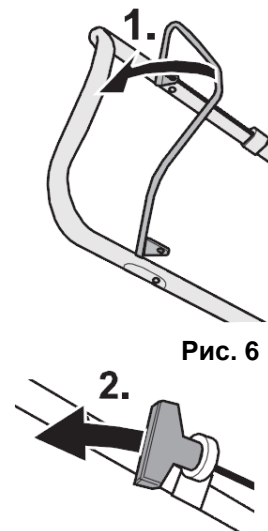

Рис. 6
5.1.2. Прижмите ручку тормоза (1) (См. Рис.6) к рукоятке управления.
5.1.3. Возьмите крепко в руки пусковую рукоятку (2) (См. Рис.6). Крепко удерживая ее в руках, плавно потяните шнур стартера, пока барабан стартера не войдет в зацепление с собачками храпового механизма.